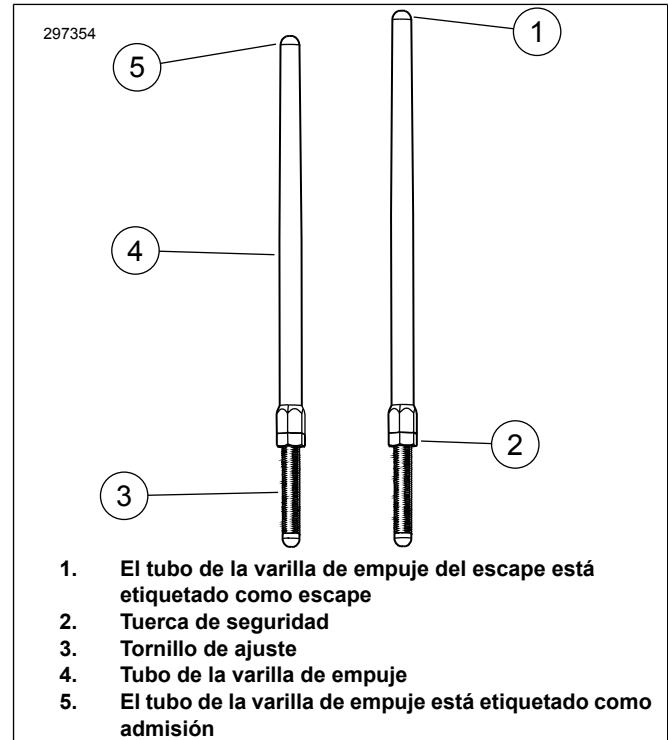

Figura 1. Varilla ajustable
- Vea Figura 1 . Afloje la tuerca de seguridad en todas las varillas de empuje y ajústelas en su longitud más corta.
- Vea Figura 1 . Con el tornillo de ajuste de la varilla de empuje sostenido para que no gire con una llave de 5/16 pulg., gire lentamente el tubo de la varilla con una llave de 1/2 pulg., 2-1/2 giros completos hacia la derecha (alargando la varilla de empuje) visto desde la parte inferior. (Hay un punto en las superficies planas del tubo de la varilla de empuje que pueden usarse como referencia).